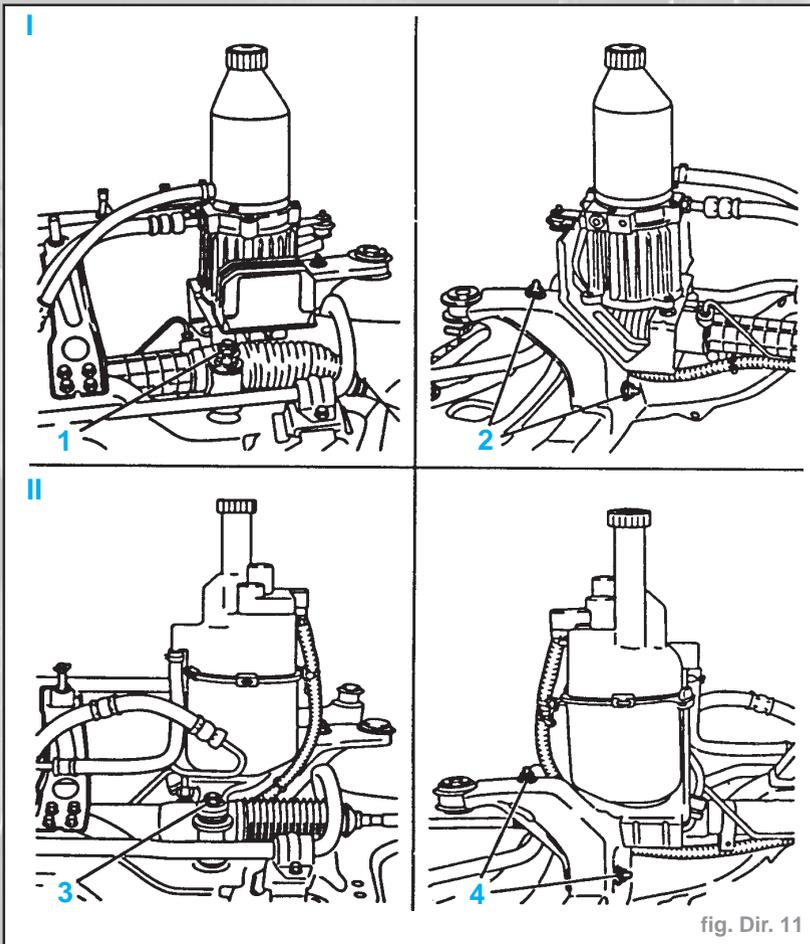

fig. Dir. 11
- Démontez les supports (2) des conduites de pression et de retour du mécanisme de direction.
- Démontez la conduite de pression (3) et la conduite de retour (4) du mécanisme de direction (Écoulement d'huile, mettre en dessous un bac collecteur).
- Déposer l'unité d'alimentation électro-hydraulique du corps d'essieu avant (fig. Dir. 11) :
- sur des véhicules équipés d'un réservoir d'huile rond (I) : déposer les écrous de fixation (1) et (2) du mécanisme de direction et du corps d'essieu avant. Démontez l'unité d'alimentation électro-hydraulique avec conduite de pression et de retour du mécanisme de direction et démontez le corps d'essieu avant.